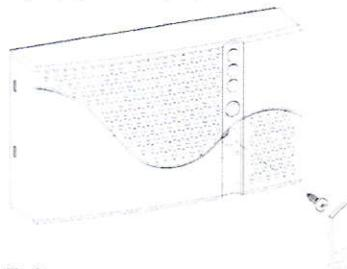

Fig. 2
Pentru a accesa părțile interne ale detectorului de gaze, desurubați șurubul care se află sub lamela de strângere dispus pe partea din față (Fig. 2).
- Îndepărtați capacul cum se arată în Fig. 2.